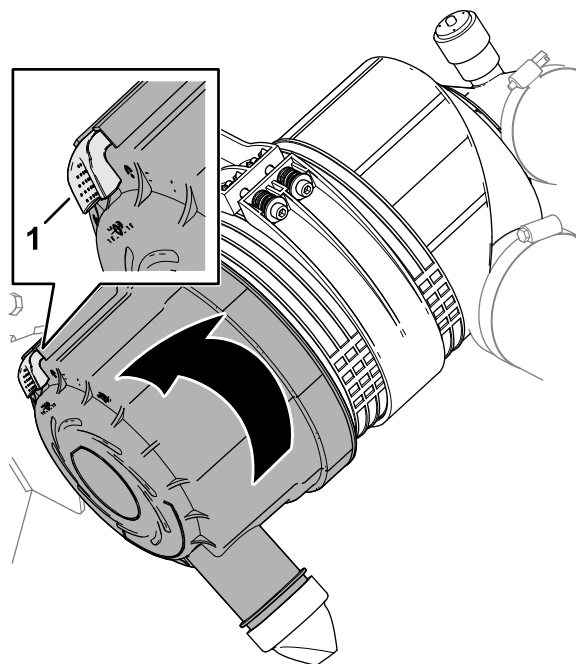

Figura 119
4. Trageți clișetul spre exterior și rotiți capacul filtrului de aer în sens invers acelor de ceasornic (Figura 119).